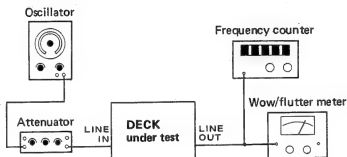

Fig. 4-12
1. Connect a wow/flutter meter to the deck as shown in Fig. 4-12.
1. 図4-12の様にワウ・フラッター・メータをデッキに接続する。